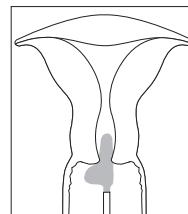

Fig. 1
3. Tenir l'écouillon floqué par la tige et insérer l'embout de l'écouillon (le segment long du „L“) à l'intérieur du canal cervical, en laissant en dehors du canal cervical la partie la plus large de l'écouillon (le segment court du „L“); voir la Fig.1.